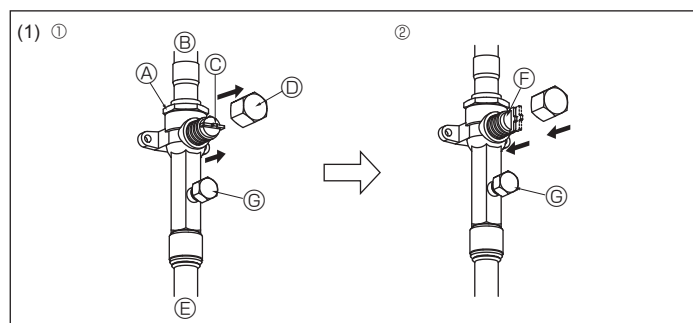

Fig. 4-12
- Егер қысым (2) немесе (3) қадамдарында төмендесе, газ жылыстауы болады. Газ жылыстау көзін іздеңіз.
- Газды жағы (Fig. 4-12)